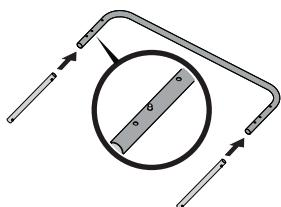

Figura 9
- Instale cuatro tubos de ajuste dentro de dos tubos con forma de u, deslizando hasta que los botones de resorte traben en los orificios del medio, como se ilustra en la Figura 9.